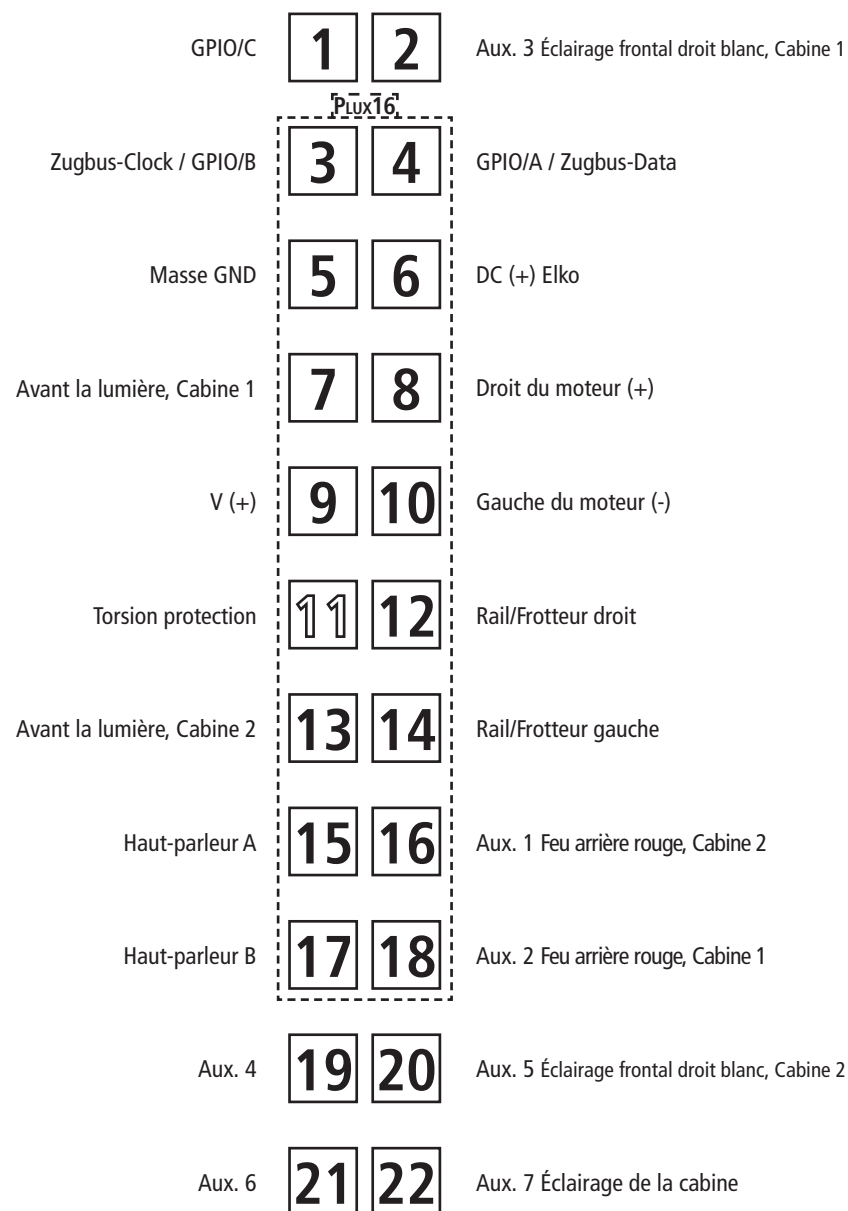

Fig. 4
3. Haftreifenwechsel: Zuerst den Getriebedeckel abnehmen (Fig. 4). Danach den **Radsatz** herausnehmen und die **Haftreifen** mit einer Nadel od. mit einem feinen Schraubendreher abziehen (Fig. 4). Beim Aufziehen der neuen Haftreifen darauf achten, dass diese sich nicht verdrehen.
3. Change of traction tyre: Remove the gear cover (fig. 4). Take out **wheel set** and remove **traction tyre** using a pin or a fine screwdriver (fig. 4). When pressing on the new traction tyre please **avoid twisting it**.
3. Échange des bandages d'adhérence: Démontez d'abord **le couvercle du carter des engrenages** des engrenages (fig. 4). Délogez ensuite les essieux bandagés et enlevez, à l'aide d'une aiguille ou d'un tourne-vis fin, les bandages d'adhérence (fig. 4). Lors du montage des nouveaux bandages veuillez veiller à ce que les bandages **ne soient pas tordus**.
voir } Fig.4